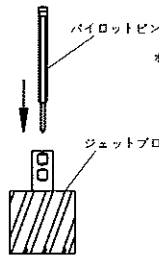

図 21
- 2) 使用するジェットブローチにパイロットピンを差し込んでください。(図 21)